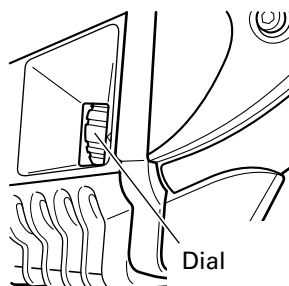

Fig. 9 (H60MRV)
6. Seleccione el número de golpes (aplicable solamente a H60MRV) (Fig. 9)